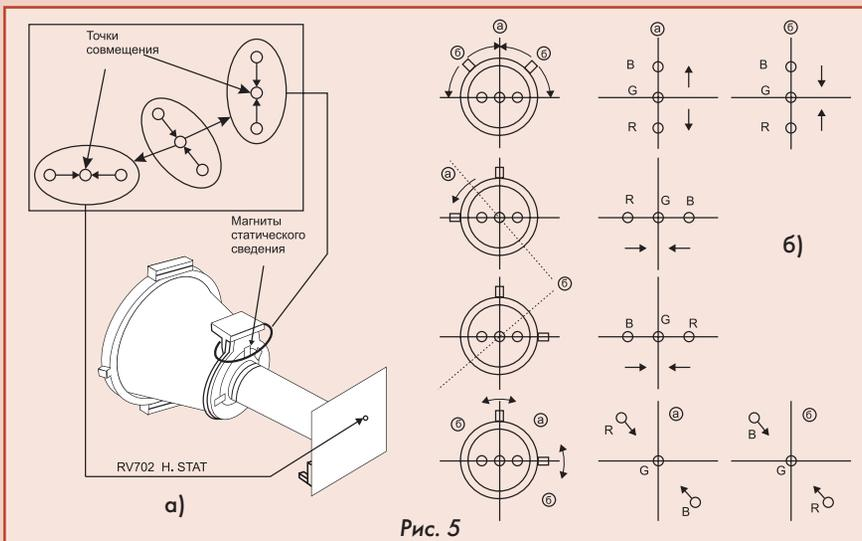

Рис. 5
4. Регулировкой переменного резистора RV702 (H.STAT), расположенного на плате кинескопа, добиваются совмещения красных, синих и зеленых точек или линий по вертикали (рис. 5, а).
5. Если точки или линии в центре экрана свести невозможно, необходимо с помощью магнитов статического сведения колец (ближних к цоколю кинескопа) провести предварительное сведение лучей, раздвигая магниты или поворачивая их одновременно в какую-либо сторону. Зависимость перемещения лучей от поворота магнитов показана на рис. 5, б.